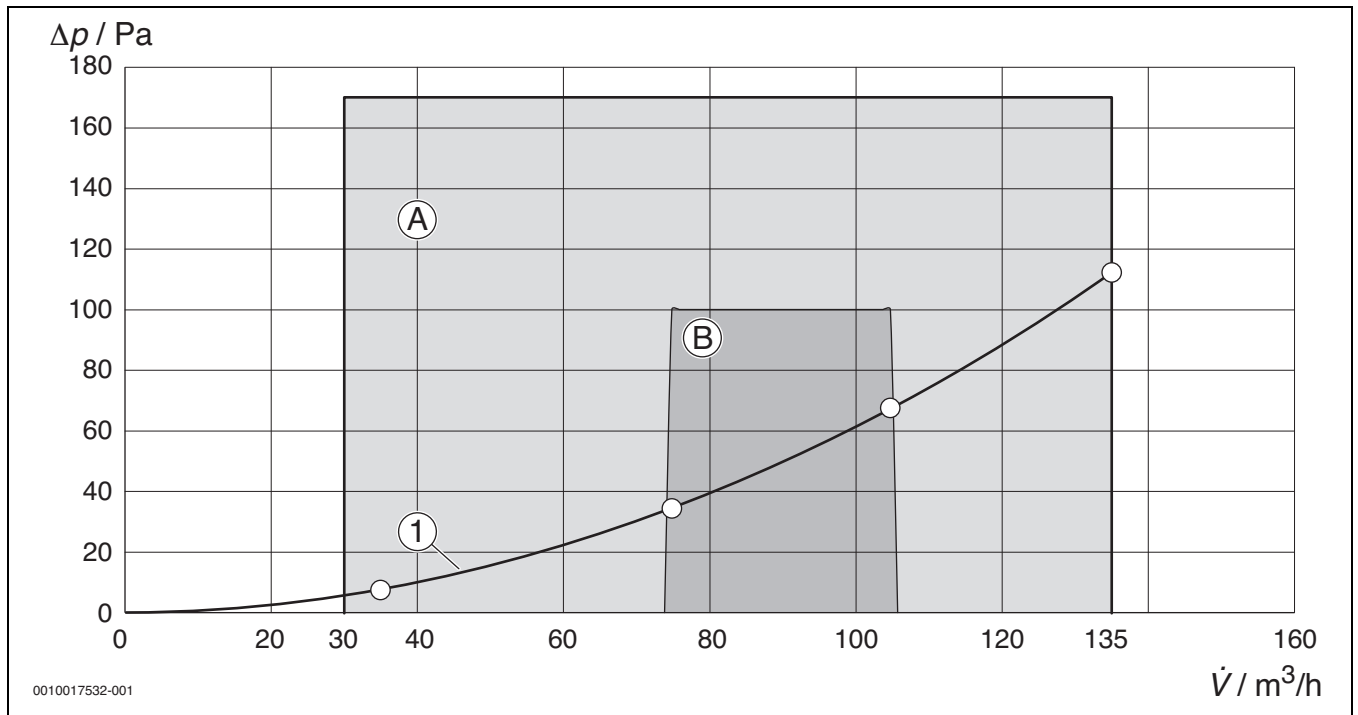

Bild 69 V4000CC 100 ...: Kennlinien Druckerhöhung/Volumenstrom (Lüftungsstufen nach DIN 1946-6)
**Legende zu Bild 69 und 70:**